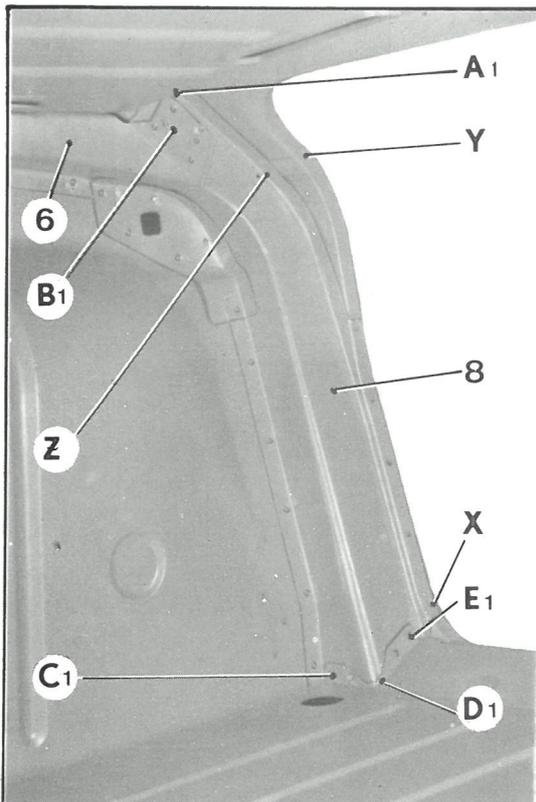

Fig. 7
- en YZ (fig. 7)
- en Z A₁ (fig. 7)